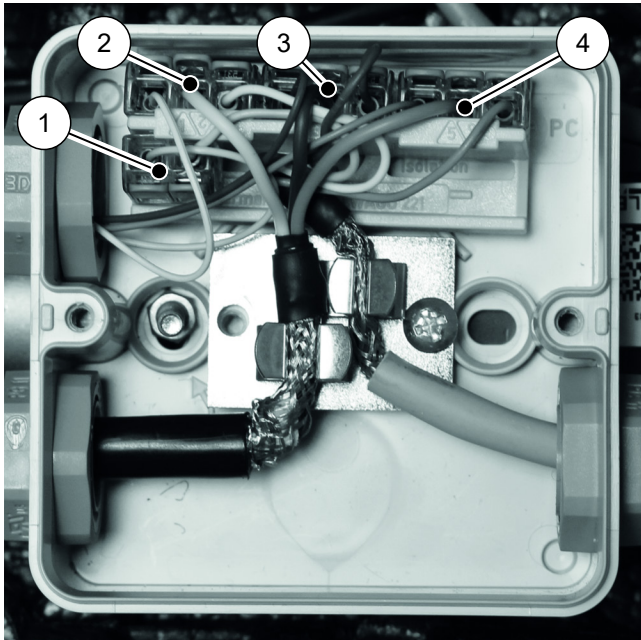

Abb. 2: Verdrahtung der Modbusbox
13. Das Modbuskabel des Alsonic-Sensors durch die Kabeldurchführung in die Modbusbox führen und verdrahten (siehe → Abb. 2).